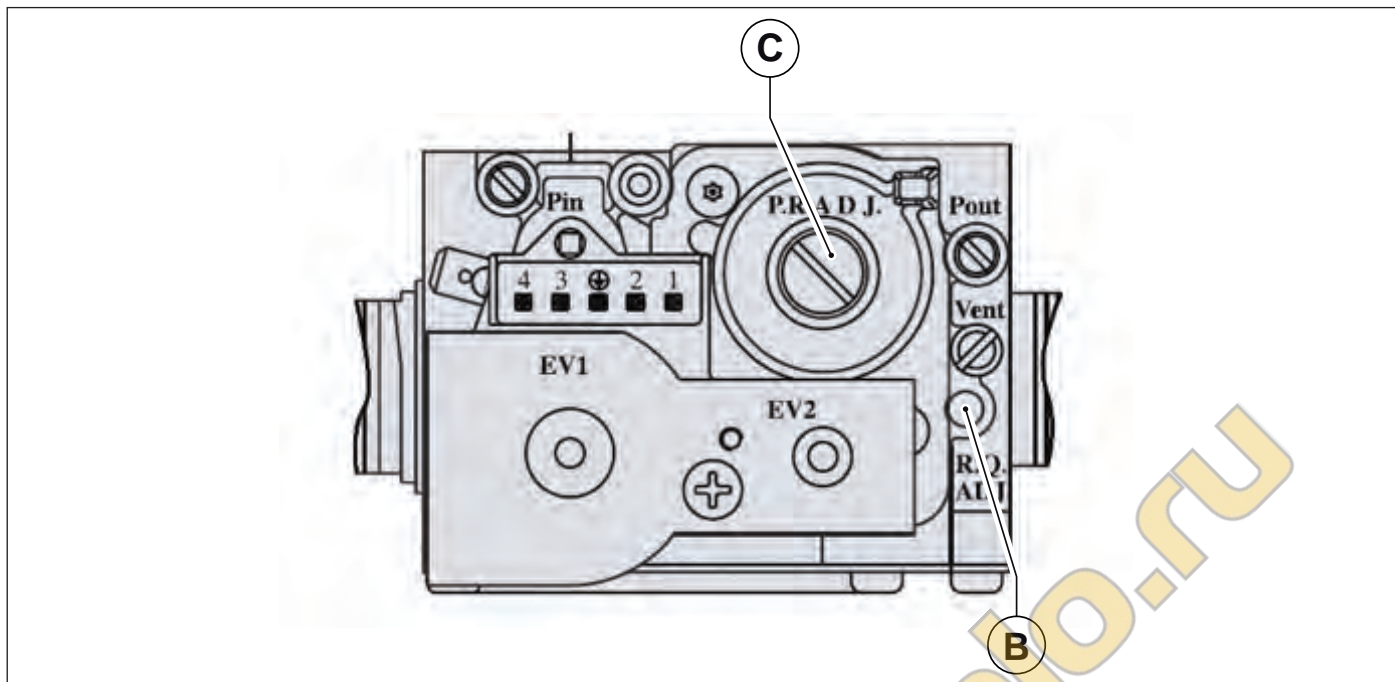

Рис. 40 Регулировка уровни содержания углекислого газа
- Отрегулировать уровень содержания углекислого газа (CO₂) в дымовых газах с помощью соответствующего регулятора **B** (смотри Рис. 40 Регулировка уровня содержания углекислого газа и удостовериться, что его величина находится в пределах, указанных в Табл. 23 Содержание CO₂ в дымовых газах. Не выключая режим "трубочист", перейти к следующему этапу — регулировке минимальной мощности.
- Отрегулировать уровень содержания углекислого газа (CO₂) в дымовых газах, вращая регулятор «offset» **C** (смотри Рис. 40 Регулировка уровня содержания углекислого газа и удостовериться, что его величина находится в пределах, указанных в Табл. 23 Содержание CO₂ в дымовых газах.